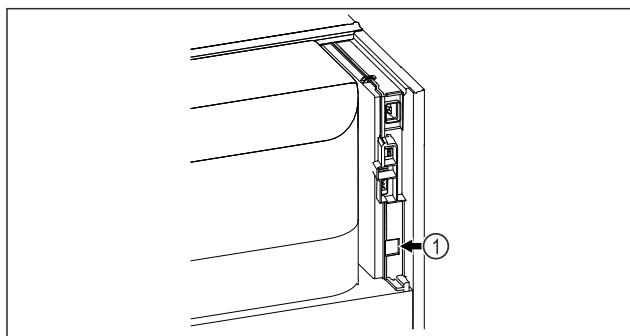

Fig. 73
- ❑ Το SmartModule Fig. 73 (1) είναι τοποθετημένο.